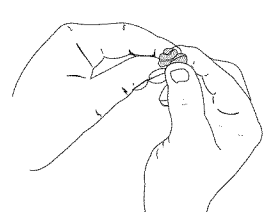

Fig. 24
5. Pressez le filtre pour répartir et drainer l'excédent d'huile (Fig. 24).